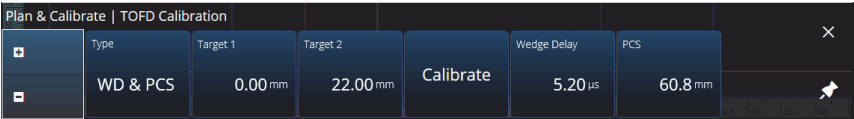

Figura 4-8 TOFD Calibration – WD & PCS
Nella scheda **TOFD Calibration** (taratura TOFD), è possibile tarare il gruppo TOFD in modo che le letture del cursore siano convertite in termini di profondità invece che di tempo. In genere questa operazione dovrebbe essere eseguita durante l'Analisi, tuttavia può essere eseguita prima. La taratura TOFD ha un processo semplificato ed è eseguito senza la procedura guidata della taratura. Per accedere alle opzioni **TOFD Calibration**, passare a **Plan & Calibrate > TOFD Calibration** (taratura TOFD) [Figura 4-8 a pagina 197 e Tabella 81 a pagina 197].
1. Selezionare il tipo di taratura (Figura 4-8 a pagina 197 e Tabella 81 a pagina 197).